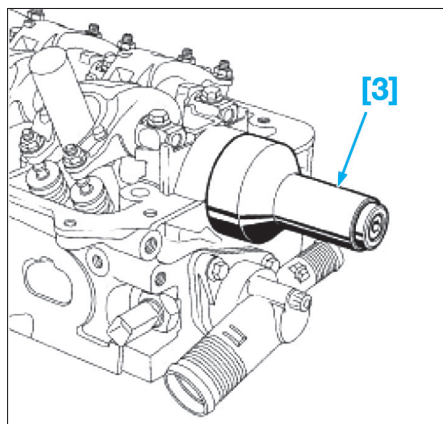

Fig. 48
- [3]. Outil de mise en place bouchon de culasse (Mot. 1605) (Fig.48).
- Reposer le bouchon d'étanchéité en bout d'arbre à cames à l'aide de l'outil de mise en place [3] (Fig.48).